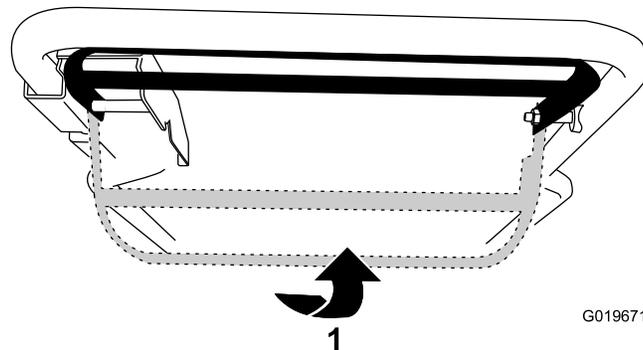

Figura 20
- Para engranar la transmisión autopropulsada sin activar las cuchillas, levante la barra de control hasta el manillar (Figura 20).
- Para engranar la transmisión autopropulsada y activar las cuchillas, mueva la barra de control a la derecha hasta que haga tope y levántela hasta el manillar (Figura 20).